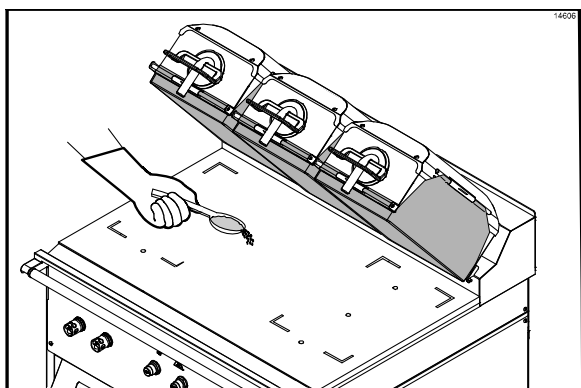

Figura 72
47. Usando uma colher de sorvete, distribua duas colheres rasas de flocos de soja sobre 1 metro da superfície do grill e aguarde até que os flocos derretam. ??? (Veja a Figura 72.)